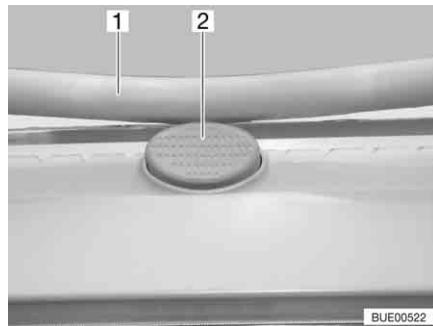

Bild 65 Låsknapp på Heki-takluckan
- Tryck på låsknappen (Bild 65,2) och dra ner bygeln (Bild 65,1) med båda händerna.
- Tryck bygeln uppåt med båda händerna tills bygeln ligger ovanför låsknappen (Bild 65,2).
- Tryck på låsknappen (Bild 65,2) och dra ner bygel (Bild 65,1) med båda händerna.